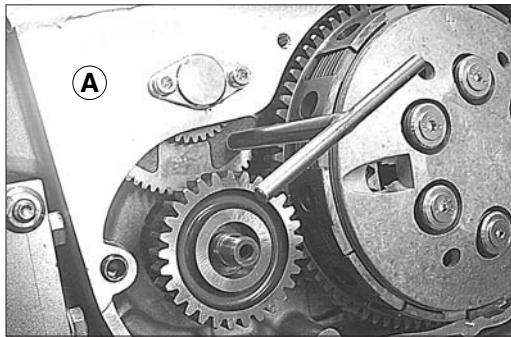

Fig.58
1. Con l'ausilio dell'apposita chiave A, allineare i denti di registro con quelli di trascinamento del primo ingranaggio di distribuzione e montarlo (Fig. 58). Ripetere l'operazione anche per il secondo ingranaggio di distribuzione B (Fig. 58).
1. Use the special wrench A to align the adjusting teeth with the driving teeth of the first timing gear and fit it (Fig. 58).
Repeat the operation for the second timing gear B (Fig. 58).
1. Mit Hilfe des entsprechenden Schlüssels A die Einstellzähne mit den Zugzähnen des ersten Verteilergetriebes ausrichten und dieses einbauen (Abb. 58). Den Vorgang für das zweite Verteilergetriebe B wiederholen (Abb. 58).
1. A l'aide de la clé A spécialement prévue à cet effet, aligner les dents de réglage sur celles d'entraînement du premier engrenage de distribution et monter celui-ci (Fig. 58).
Répéter l'opération sur le deuxième engrenage de distribution B (Fig. 58).